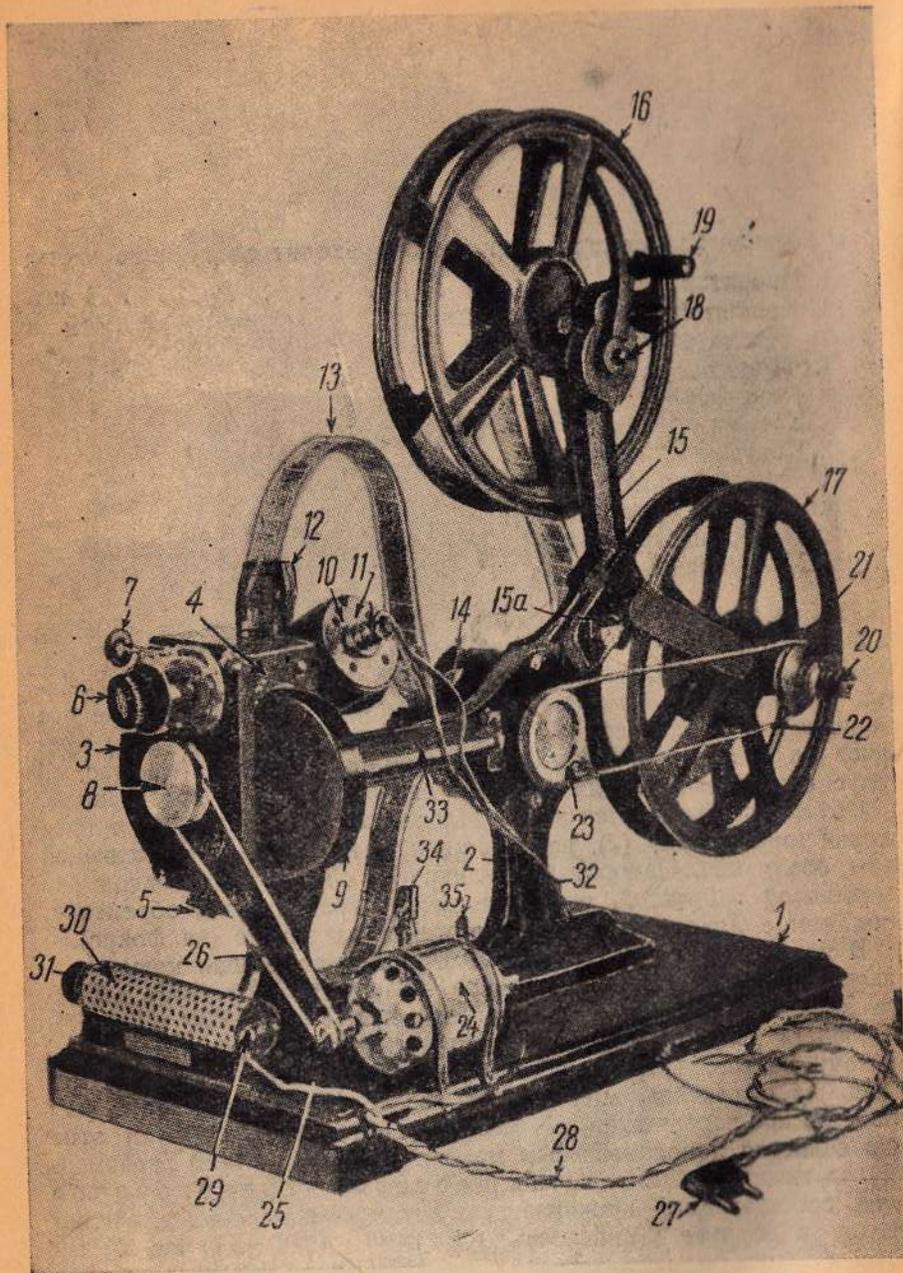
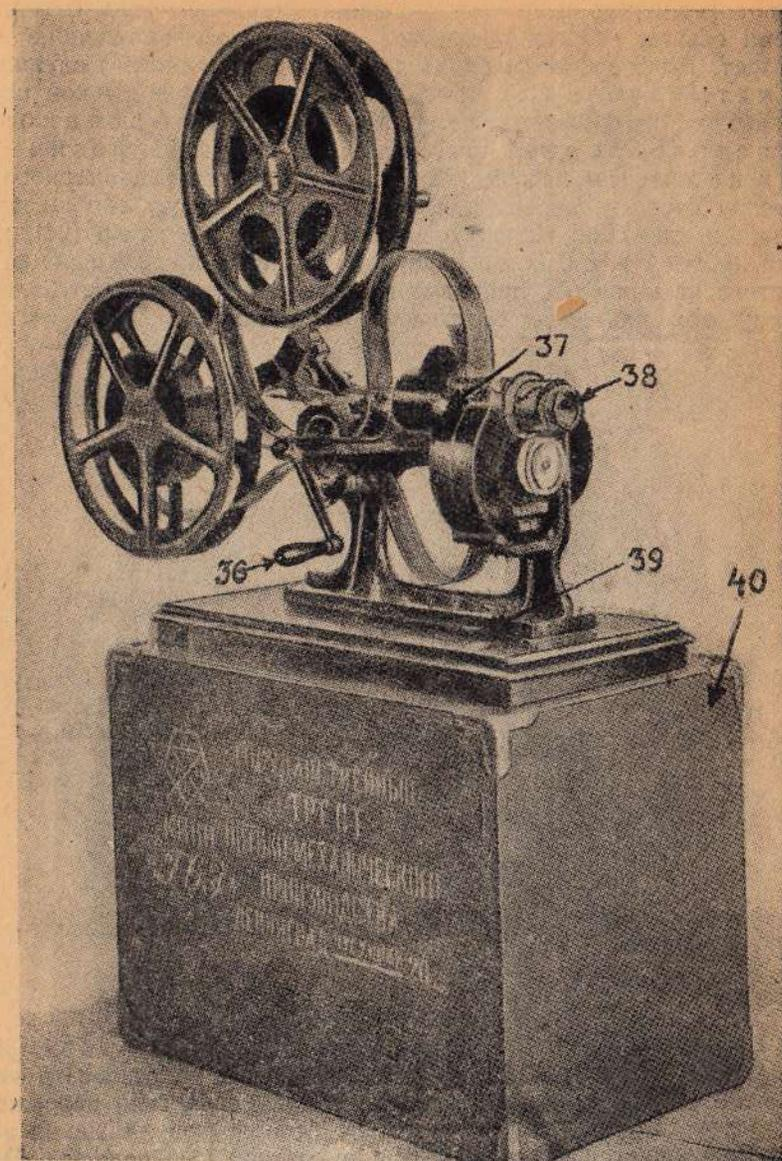
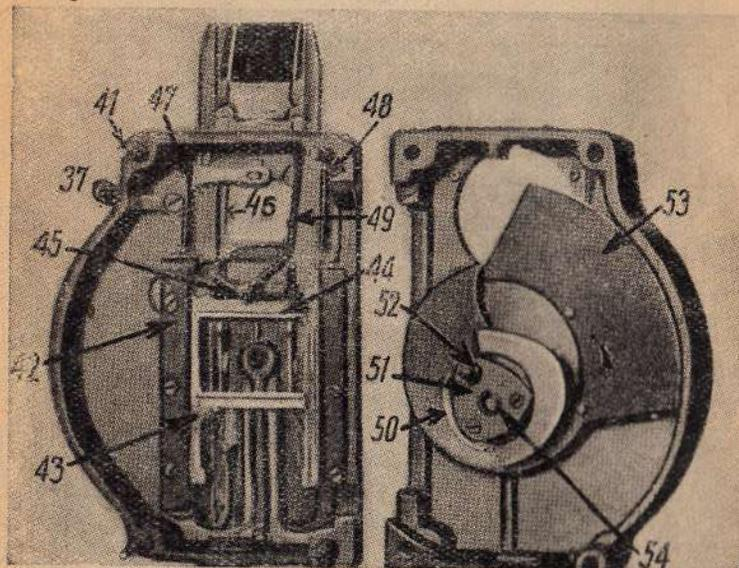

Рис. 1
Рис. 2
Рис. 3
В последних выпусках аппарата «ГОЗ» описанная кремальберная система значительно упрощена. К направляющей трубе объектива (см. табл. IV, рис. 54) приклепан штифт (рис. 232, табл. IV), скользящий в винтовом пазу наружной трубы объектива. Поворотами направляющей трубы вправо или влево достигается перемещение объектива вперед или назад. Шкив (8) служит для привода кино-передвижки от мотора. При работе от руки этот шкив является дополнительным маховичком, создающим равномерный ход механизма. Большая шестерня передаточного вала, сообщающего движение всему главному механизму, заключенному в корпусе (3), и часть обтюратора (53, рис. 3) закрыты кожухом (9) шестерни. Цифрой (10) обозначен корпус фонарика, куда вставлен патрон (11) типа «малый сван». Цифрой (12) помечена фильмовая дверца, несущая на себе конденсор (56, рис. 4) и прижимную рамку фильма (57, рис. 4).
На ящике (40) во время проецирования картины укрепляется аппарат винтом (34, рис. 1).
На рис. 3 изображена раскрытая головка проектора (задней частью головки здесь будет левая половинка, передней — правая). Половинки головки скрепляются между собою четырьмя стяжными болтами (41). Рамка грейфера (43) находится между двумя направляющими планками (42). К рамке грейфера прикреплены два угольничка (44), между которыми вращаются эксцентрически насаженный на ось кулачок (51), сообщающий движение грейферу вверх и вниз.
Передвижение грейферной гребенки (61, рис. 4) вперед и назад производится с помощью находящихся в ее верхней части двух штифтов (45), между которыми вращается эксцентрический диск (50, рис. 3). Цифрой (46) обозначено кадровое окно. Подают масло из смазочных отверстий (расположенных сверху корпуса главного механизма) к трущимся частям механизма маслопроводы (47, 48 и 49), представляющие собою 3-миллиметровые латунные трубочки. Весь механизм, осуществляющий движение грейферной системы (см. правую сторону рис. 3), называется волчком. Волчок вращается на оси (52), которая входит в подшипники, помещающиеся в передней и задней частях головки (см. рис. 4). Цифрой (53) помечен обтюратор, прикрепленный к маховику. Его назначение — закрывать объектив в момент передвижения кадра фильма перед кадровым окном (46).
На рис. 4 изображен корпус главного механизма (головку) в собранном виде. Цифрой (33) обозначен главный вал (см. рис. 1). Корпус главного механизма скрепляется стяжными болтами (41, см. также рис. 3). Кадровое окно (46) передвигается вверх и вниз посредством штифта (изображен около конца стрелки). Цифрами (47, 48 и 49) помечены маслопроводные трубочки. Прямые стальные полочки (51) служат основанием фильмового канала, в котором грейфером продвигается фильм. Дверца фильмового канала (55) соединяется с корпусом главного механизма осью дверцы (54). В дверцу фильмового канала ввинчен конденсор (56), служащий для собирания световых лучей от лампочки накаливания. Для прижима фильма в фильмовом канале служит прижимная рамка (57), имеющая специальные спиральные пружинки (58 и 59), насаженные на неподвижные стержни прижимной рамки. Назначение прижимной рамки — уничтожить инерцию фильма, проходящей толчкообразно через фильмовый канал; этим достигается устойчивое положение кадра фильма в кадровом окне, а следовательно, и изображения кадра на экране. Цифрой (60) помечена главная
Кино-передвижки с производства отправляются в специальных ящиках. Для того чтобы аппарат не мог перемещаться внутри ящика, он закрепляется к внутренней стороне дна специальным болтом. Этим же болтом аппарат во время работы укрепляется на ящике. Таким образом, чтобы вынуть аппарат из ящика, надо сначала отвернуть болт (34, рис. 1). Вынув аппарат, ставят его на ящик (см. рис. 2) и закрепляют болтом. Как самый аппарат, так и отдельные принадлежности (бобины, диски и т. п.) должны свободно выходить из ящика, — это обязательное условие. Закрепив аппарат на ящике, отвертывают барашек (15а, рис. 1), снимают кронштейн (15) и укрепляют его так, как это показано на рис. 1.
Перед работой необходимо весь механизм промыть керосином (посредством масленки). Керосин нужно налить во все смазочные отверстия. Чтобы он лучше проник во все трущиеся детали и промыл их рабочие поверхности, необходимо слегка поворачивать за шкив (8, рис. 1) механизм аппарата. Ни в коем случае нельзя быстро вращать механизм аппарата за рукоятку, это может вызвать «заедание» трущихся частей.
Для спуска из головки грязного керосина надо отвернуть ввинты кожуха шестерни и, сняв кожух (9, рис. 1), наклонить аппарат в сторону кожуха таким образом, чтобы весь грязный керосин вытек из корпуса. Кожух пока не надо ставить на место. Вылив из масленки остаток керосина, наполняем ее специальным киномаслом. Этим маслом через смазочные отверстия обильно смазываем механизм аппарата (избытком масла при первичной смазке мы смываем следы керосина). Чтобы масло хорошо проникло во все трущиеся поверхности механизма аппарата, последний необходимо слегка вращать за ручку.
Сначала необходимо снять со станины весь корпус главного механизма (головку). Для этого нужно отвинтить четыре винта (4, рис. 1), расположенные с левой стороны аппарата, и два нижних винта. Чтобы обнажить механизм, надо при помощи специальной рожковой отвертки разъединить две половинки (крышки), из которых состоит корпус. Таким образом, со всех четырех болтов гайки должны быть свинчены. Обычно достаточно легкого нажатия на резьбовой конец болта, чтобы вынуть его из отверстия. Один из этих четырех болтов (находящийся под накладками фильмового канала) можно вынуть только в том случае, если предварительно были сняты накладки и дверки фильмового канала. Однако для того чтобы разъединить половинки корпуса, этот болт вынимать не обязательно.
Ставя волчок на место, нужно помнить, что кулачок (51, рис. 3) должен войти в рамку (44) грейфера между шлифованными угольниками одновременно с тем, как ось (52) волчка войдет в подшипники крышек корпуса.
Чтобы заменить грейфер, необходимо предварительно отвернуть направляющие планки (42, рис. 3) и вынуть грейфер. При обратной установке грейфера (или замене новым) нужно следить за тем, чтобы гребенка правильно оделась на шипы грейферной рамки и не перевернулась самая рамка.
Только после того как аппарат будет прочищен, промыт и смазан, можно приступить к регулировке фрикционного приспособления (20 и 21, рис. 1). Осуществляется этот процесс следующим образом.
Затем нужно вложить лампочку в патрон фонарика. Для этого необходимо вытащить фонарную крышку (10, рис. 1) из фонарика вместе с патроном (11), отвернуть возможно больше зажимную гайку патрона, вставить цоколь лампочки внутрь патрона и самую лампочку повернуть направо. Затем, придерживая лампочку за баллон, надо крепко завинтить гайку патрона. Вытянув теперь до отказа из крышки патрон с лампочкой, ставим крышку на свое место. После того как крышка с патроном встанет на место, вставляют обратно рефлектор фонарика (вперед, до отказа). При установке лампочки в фонарик необходимо вытащить возможно дальше назад заднюю крышку фонарика с рефлектором (оправу рефлектора), тогда края крышки не помешают лампочке свободно пройти внутрь фонарика. Надо следить и за тем, чтобы спираль волоска лампочки была направлена вперед.
Перестановкой рычажка (39, рис. 2) дают ток в лампочку. Снимают заднюю крышку фонарика с рефлектором. Перед объективом (на расстоянии 6—7 см) ставят чистый кусок белой бумаги. На бумаге появится слабо освещенный кружок. При правильной установке в центре этого кружка будет стоять отражение светящихся нитей лампочки в виде небольшой дужки. При неправильной установке лампочки эта дужка будет находиться не в центре кружка, а в стороне, и форма ее будет уже другая: изогнутая линия или очень крутая дуга (рис. I, рис. 8). Поворачивая за наружный конец патрона (не за гайку) лампочку в фонарной крышке или же передвигая патрон с лампочкой вверх и вниз (наблюдая при этом за изображением нитей на бумаге), можно добиться правильного положения лампочки (рис. II, рис. 8).
Катушка (16, рис. 1) с фильмой насаживается на верхнюю ось кронштейна так, чтобы матовая сторона фильма была обращена к конденсору. Затем закрывают защелки.
Нажимая вверх верхний рычажок (14, рис. 1) каретки роликов, поднимают от зубчатого барабана прижимные ролики (см. рис. 2). Конец фильма (примерно в один метр) отматывают с бобины и накладывают на зубчатый барабан сверху так, чтобы зубцы барабана вошли с обеих сторон в отверстия фильма. Придерживая фильм на барабане, осторожно опускают ролики на фильм.
При закладке фильма в открытый фильмовый канал необходимо следить за тем, чтобы кадр фильма совпал с границами кадрового окна, а перфорация фильма легко насаживалась на зубья рейфера. Зубья рейфера (при закладке фильма) поворотом шкива (8, рис. 1) волчка должны быть поставлены в крайнее верхнее наружное положение. Выше фильмового канала должна быть оставлена петля, необходимая для свободного передвижения фильма в канале.
Затем включают свет в фонарик и устанавливают на фокус изображение. Если изображение на экране не резкое, необходимо направляющую трубу объектива или головку 7 (рис. 1) кремальеры (при работе на аппаратах прежних выпусков) повернуть в ту или другую сторону, пока на экране не появится изображение нужной резкости.
Если изображение частично не в рамке, необходимо опустить вниз или поднять вверх рычажок (37, рис. 2) кадрового окошка (46, рис. 4).